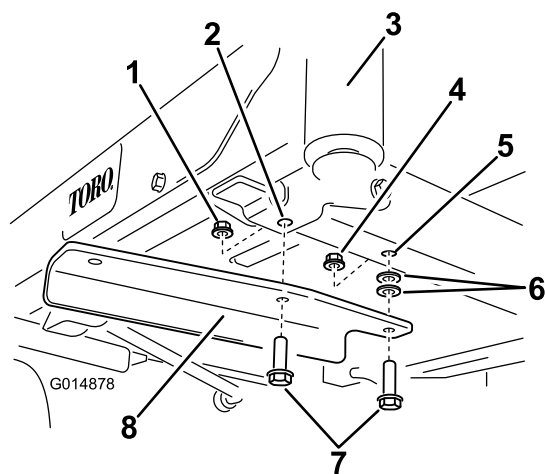

Figura 5
4. Assicurate la staffa al telaio mediante due bulloni (3/8 x 1-1/4 pollici), due rondelle e due dadi di bloccaggio (3/8 pollice) (Figura 5). Uno dei dadi di bloccaggio è a corredo nelle parti sciolte, l'altro è quello precedentemente rimosso.